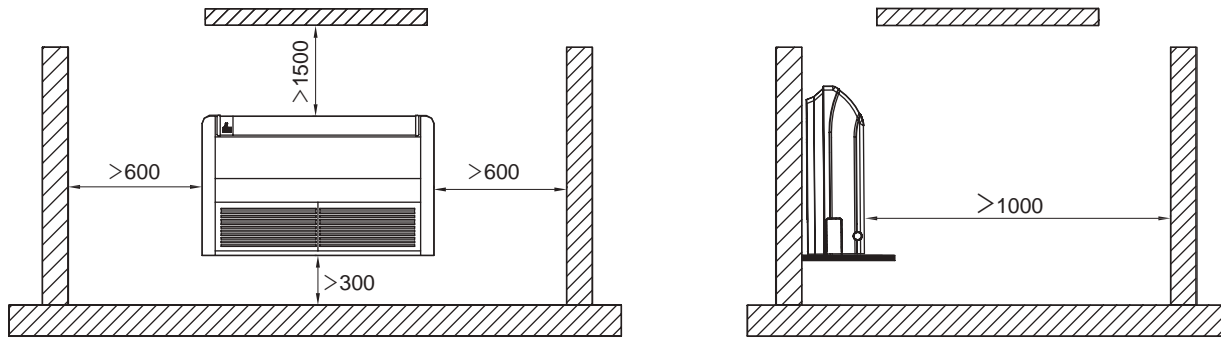

Рис. 11.19.
11.6.3. На рис. 11.19. указаны минимальные допустимые расстояния от напольно-потолочного блока до ограждающих конструкций при напольной установке.